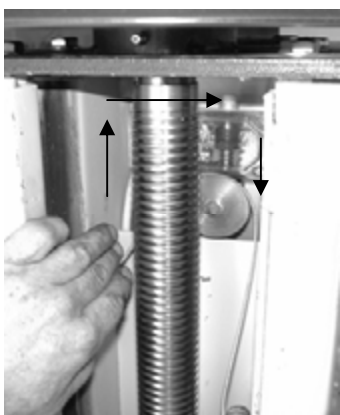

Fig.21
2. Trek de kabel die uit de bovenzijde van de heftafel komt naar boven en leg deze om de poelie van de veiligheidsschakelaar boven in de kolom (Fig.21).
De kabel moet van links naar rechts over de poelie gelegd worden (Fig.21).